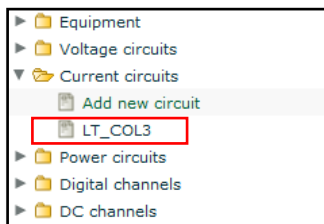

Рис. 90: Ім'я ланцюга струму
8. Ввести імена ланцюгів струму A і B. Як це налаштовано в RPV311, Рис. 90. Ці імена ланцюгів використовуються для ідентифікації правильного графіка аварійних сигналів, який використовується у Розширеному методі визначення місця пошкодження за допомогою "біжучої хвилі". Див. Методи визначення місця пошкодження за допомогою "біжучої хвилі" 2.3.2 для отримання додаткової інформації.